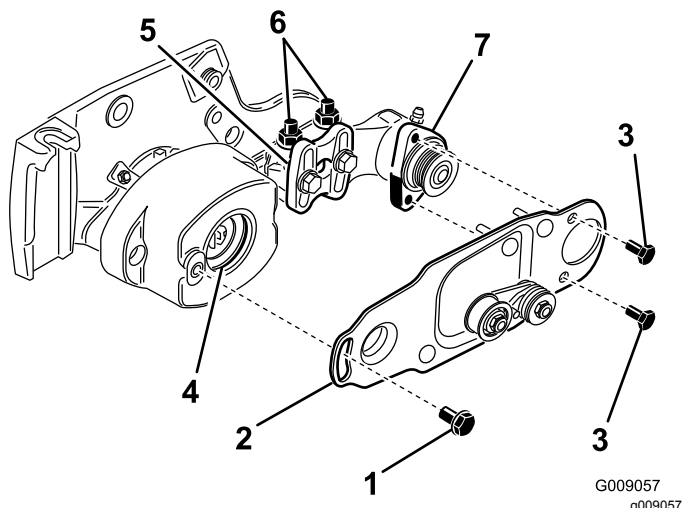

Figure 11
10. Appliquez une couche de graisse dans le diamètre intérieur de la bague du logement de roulement (Figure 11).
11. Desserrez, mais ne retirez pas, les boulons qui fixent le logement de roulement de la brosse de roulement au support de montage de la brosse de roulement (Figure 11).
12. Montez la plaque de pivotement de la brosse de roulement (Figure 11).
13. Appliquez du Loctite 243 (bleu) sur les 8 boulons (5/16" x 5/8") et utilisez ceux-ci pour fixer la plaque de brosse au logement de roulement de la brosse de roulement (Figure 11).
plaque latérale de l'unité de coupe (Figure 11).
- Tournez le logement de roulement de la brosse de roulement jusqu'à ce que la plaque de la brosse soit parallèle à la plaque latérale de l'unité de coupe (Figure 11).
- Serrez les 2 contre-écrous à embase qui fixent le support de la brosse de roulement à la plaque latérale de l'unité de coupe (Figure 11).
18. Appliquez du Loctite 243 (bleu) sur le boulon à épaulement (Figure 11). Fixez la plaque de brosse au carter de brosse avec le boulon à épaulement (Figure 11).